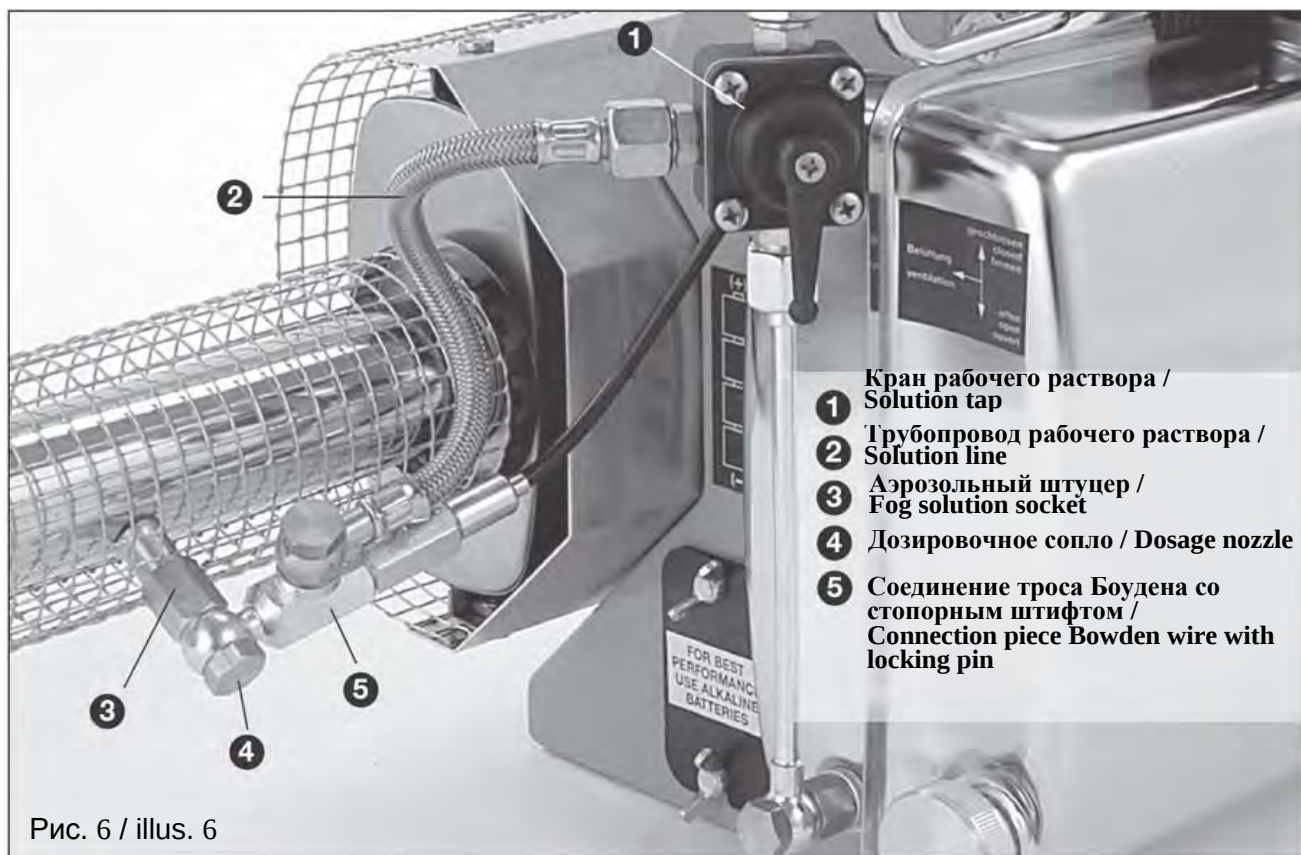
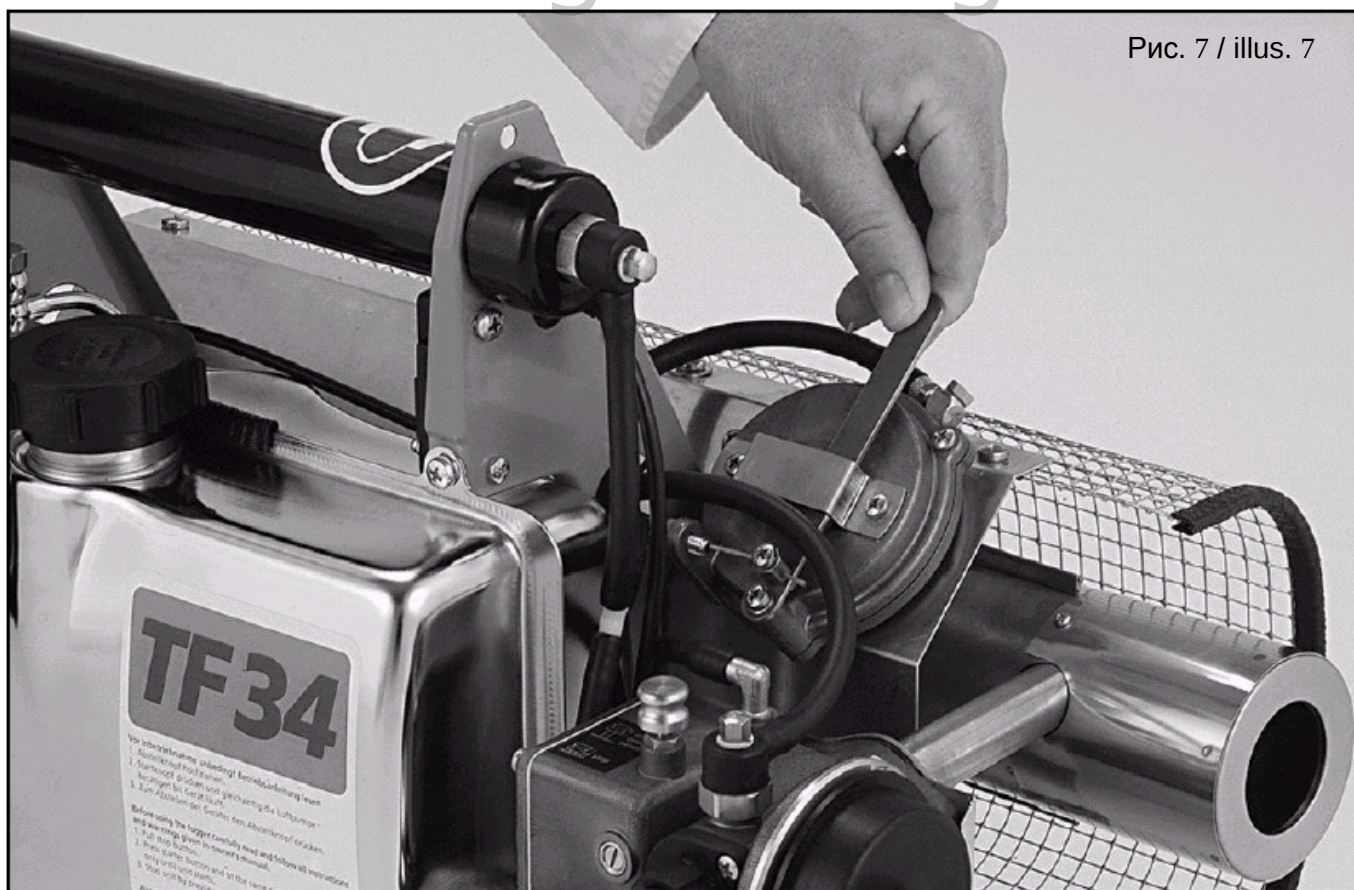

Рис. 6 / illus. 6
Рис. 7 / illus. 7
- Подготовьте устройство обычным образом и запустите его, откройте кран рабочего раствора (120), рычаг обращен вниз (рис. 6). Туман еще не будет выходить, он будет выходить тогда, когда рычаг (320/10) аварийной отсечки (рис. 7) будет сдвинут вправо и штифт поршня (320/5) будет помещен в верхнее отверстие рычага (320/10), теперь устройство аварийной отсечки находится в открытом положении; оно остается открытым и закрывается только тогда, когда устройство останавливается.
Остальные части устройства сохраняют свои первоначальные функции (рис. 6 и 7).
Устройство аварийной отсечки «Е» не требует особого технического обслуживания; достаточно, например, перед запуском нажать рычаг (320/10) в открытое положение (рис. 7) и затем отпустить, чтобы посмотреть, возвращается ли он в закрытое положение при помощи пружины (321/5).